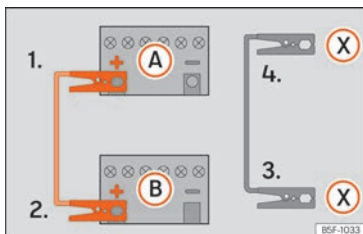

Abb. 50 Anschlusschema für Fahrzeuge mit Start-Stopp-System.
- 4b. Bei Fahrzeugen mit Start-Stopp-System: ein Ende des schwarzen Starthilfekabels (X) an einen geeigneten Masseanschluss, ein massives, fest mit dem Motorblock verschraubtes Metallteil oder an den Motorblock selbst anklammern » » Abb. 50.
5. Klemmen Sie das andere Ende des schwarzen Starthilfekabels (X) im Fahrzeug mit der entladenen Batterie an ein mit dem Motorblock verschraubtes, massives Metallteil oder an den Motorblock selbst, aber so weit wie möglich von der Batterie (A) entfernt an.